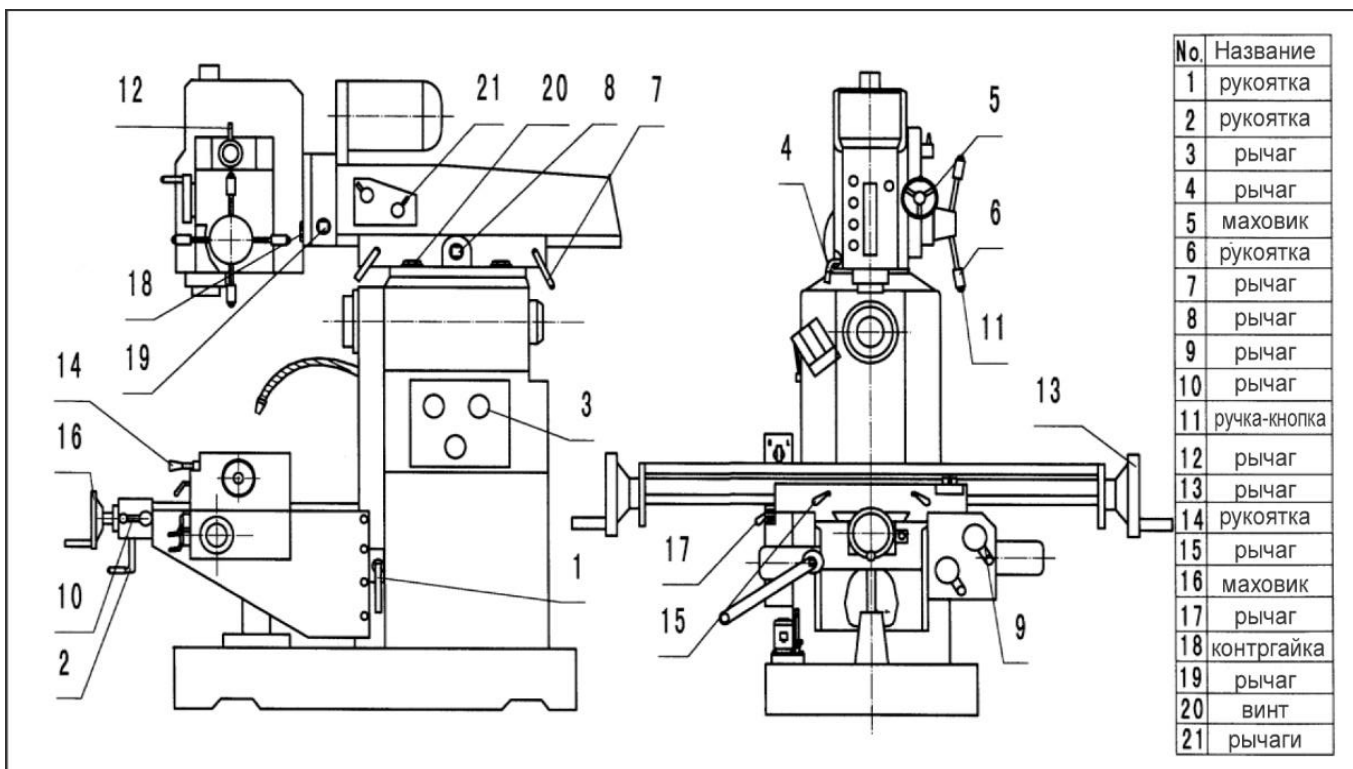

Рис. 2
6.1. Пожалуйста, внимательно прочтите руководство по эксплуатации и ознакомьтесь со структурой станка, функциями каждой рукоятки и кнопок, системой подачи охлаждающей жидкости и смазки, системой передачи и электрической системой. (Рис. 2)